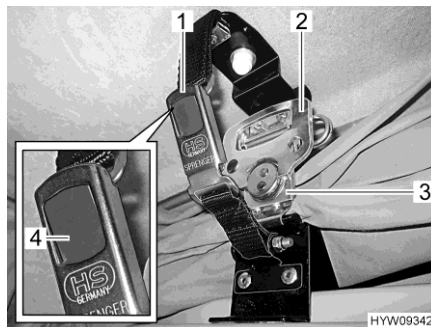

Bild 60 Lås
- Dra snabblåset (Bild 60,3) nedåt på båda sidorna och haka fast dem i hållarplattan.
- Fäll ut och vrid handtaget (Bild 60,2) på snabblåset ett halvt varv medurs.
- Fäll ihop båda delarna på säkerhetslåset (Bild 60,1). Den grå tryckknappen (Bild 60,4) hakar i.